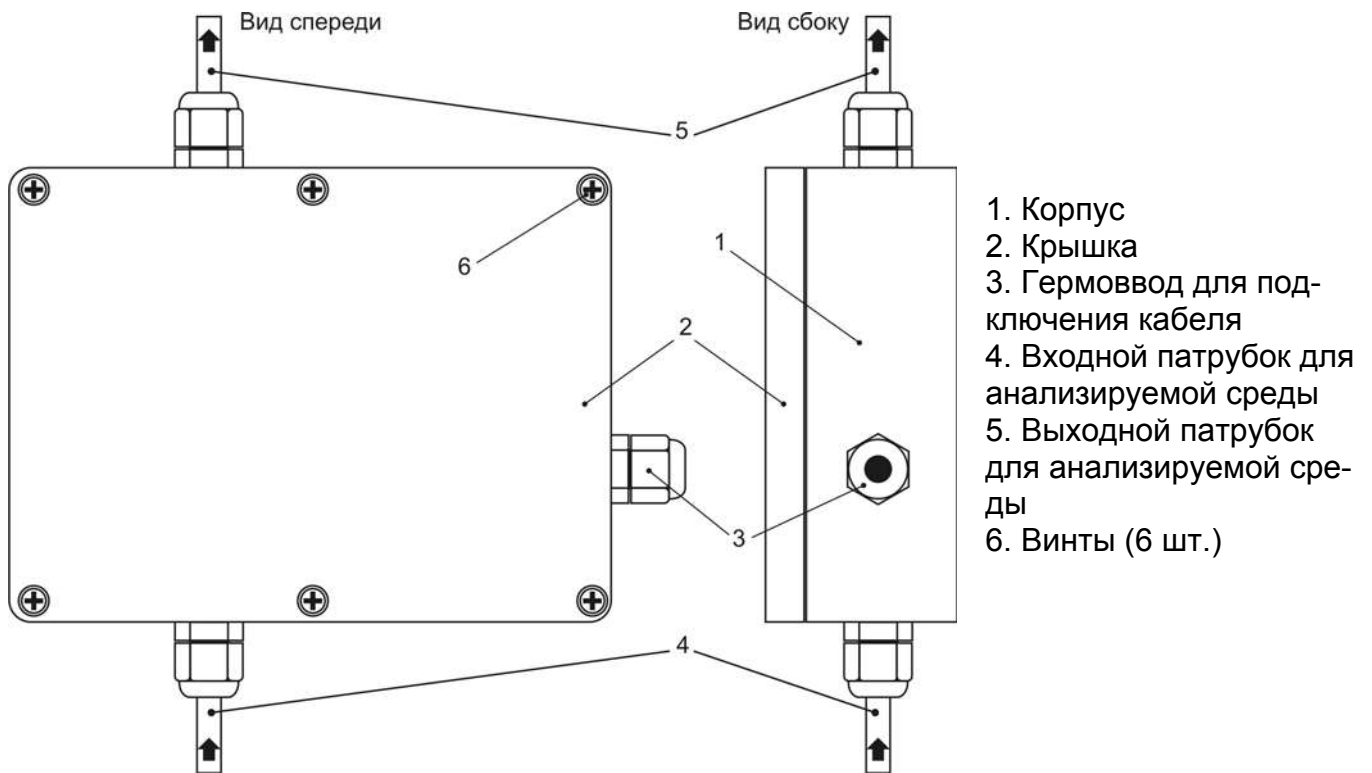

Рисунок 1 - Блок первичного преобразователя
2.1.2.4 Отвинтить винты (2) и снять крышку (2) с блока первичного преобразователя (рисунок 1).